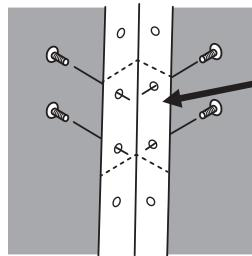

Rysunek 1
- Weź jedną półkę i przymocuj sześć wsporników narożnych do jej dolnej części. (Ta półka zostanie użyta w kroku 5.) Patrz rysunek 1.